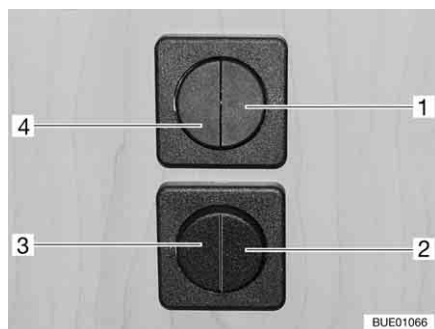

Bild 51 Ljusbrytare
- Belysning sittgrupp (Bild 51,1)
- Belysning ingång (Bild 51,2)
- Belysning förtält (Bild 51,3)
- Belysning bodel (Bild 51,4)